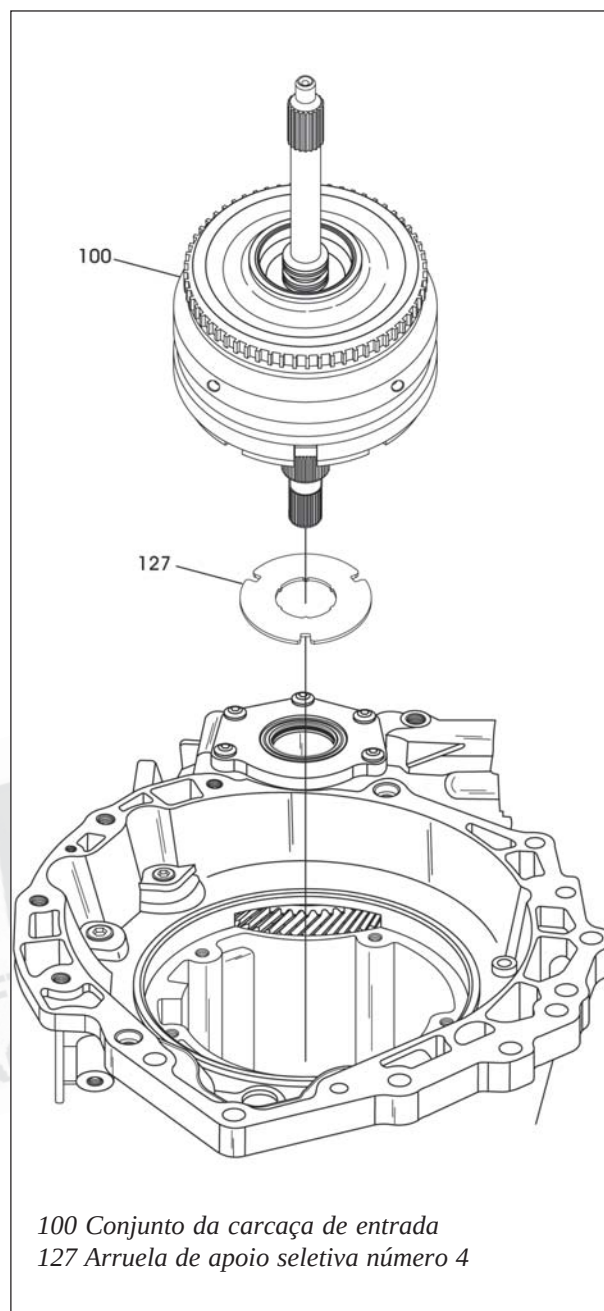

Figura 64
43. Remova o conjunto da carcaça de entrada, conforme mostra a figura 64
44. Remova a arruela de apoio número 4, conforme indica a figura 64, que pode estar colado na parte traseira do conjunto de entrada.